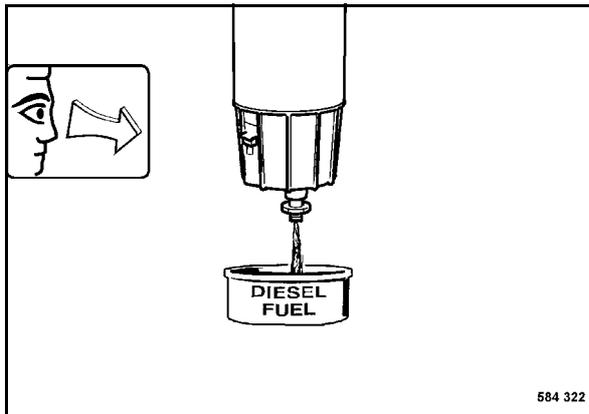

Рис. 145
- Открутить на несколько оборотов резьбовую пробку сливного отверстия (Рис. 145) и уловить вытекающее топливо / воду.